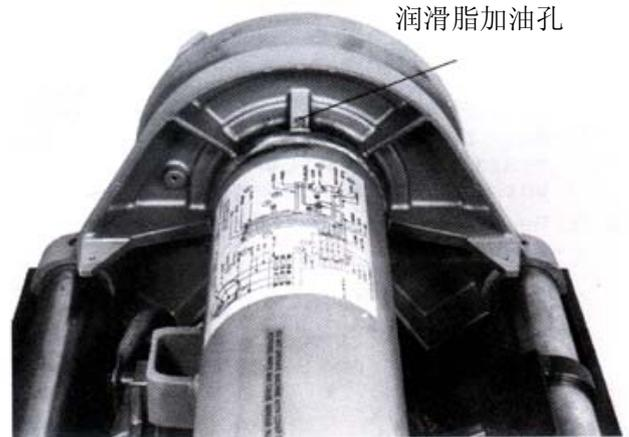

图 30—对主轴轴承加注黄油
2. 用油枪对主轴轴承加油（图 30）。根据机器的使用情况，每隔 2—6 个月就要对油孔加油。注意，只能使用高品位的钙基润滑脂。